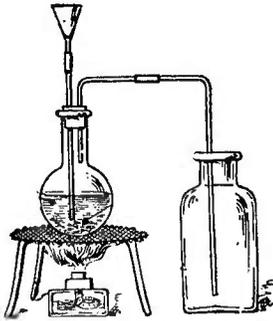

FIG. 65.— PRÉPARATION DE L'ACIDE CHLORHYDRIQUE en décomposant le sel marin par l'acide sulfurique.
73. Préparation. — On prépare l'acide chlorhydrique en décomposant le sel marin ou chlorure de sodium par l'acide sulfurique (fig. 65).
On met 100 grammes de sel marin en *gros morceaux* dans un ballon muni d'un tube de sûreté (fig. 65); on verse ensuite 85 à 90 centimètres cubes d'acide sulfurique et on chauffe modérément.